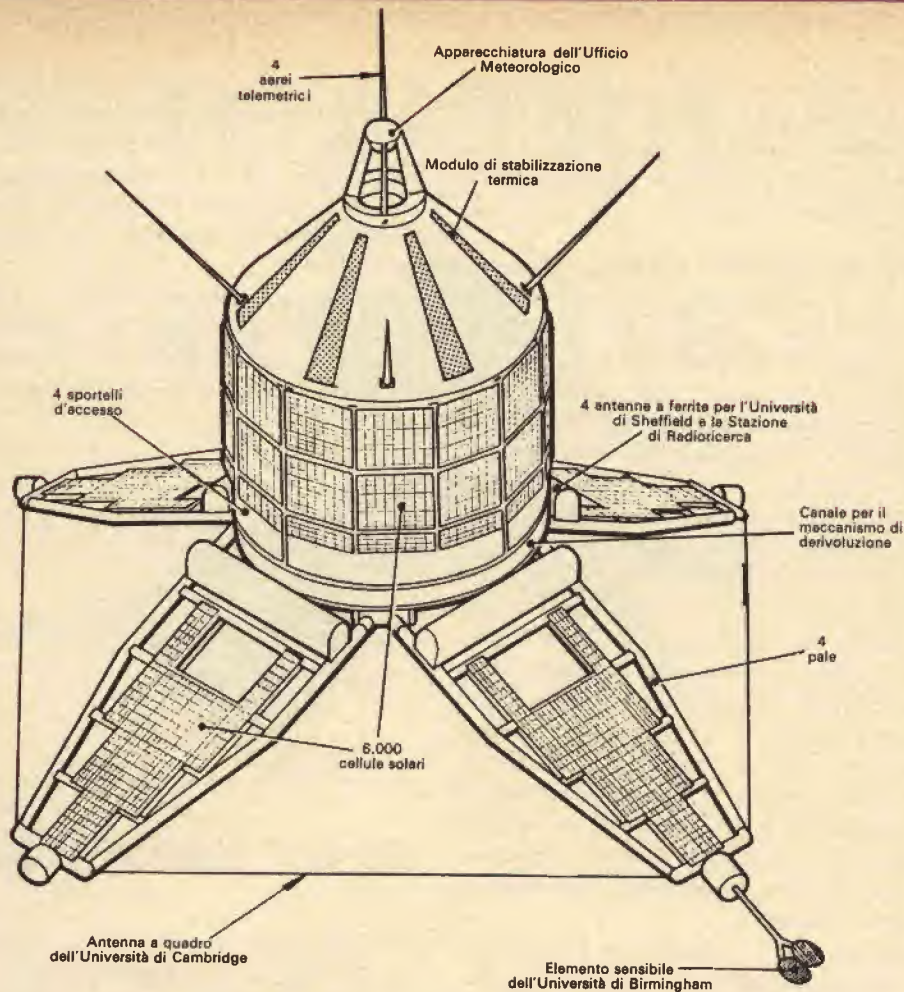
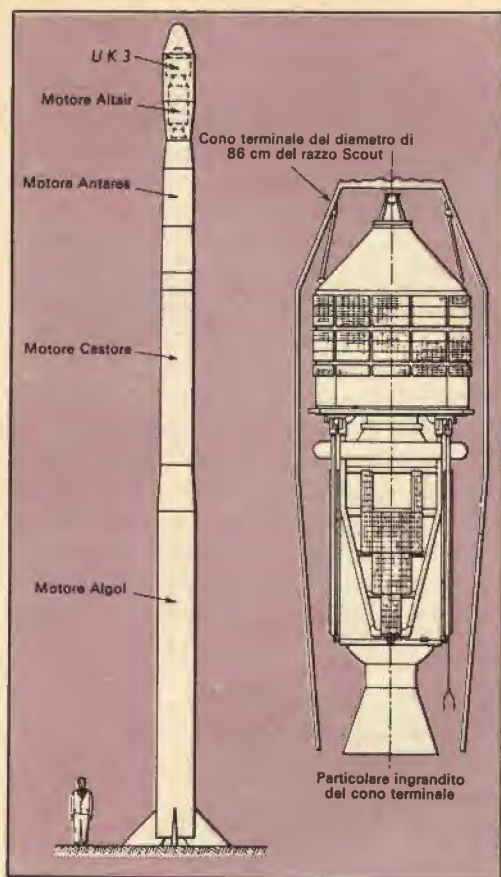

Fig. 2 - Disegno in scala del satellite UK3.
Fig. 3 - Il razzo Scout con l'UK3 montato nel cono terminale e particolare del cono terminale.
**Forma del satellite** - La forma del satellite (fig. 2) rappresenta un compromesso tra vari fattori spesso contrastanti come l'alimentazione, la stabilità termica, le dimensioni e la forma degli aerei e delle apparecchiature, la solidità strutturale e la accessibilità. Il compromesso è derivato da lunghe ricerche durante le quali i vari fattori sono stati soppesati e confrontati fino a che è stata trovata la forma ottima. La forma del satellite è stata anche dettata da vari altri fattori; ad esempio, il diametro totale, la lunghezza del corpo principale e quella totale sono state imposte dalle caratteristiche del razzo Scout, come si può vedere nella fig. 3. La simmetria assiale è essenziale, dato il movimento di rivoluzione del satellite, mentre l'asimmetria equatoriale offre i vantaggi di un volume maggiore, di una struttura più leggera e di una migliore accessibilità alle apparecchiature interne.
**Struttura e meccanismi** - La forma generale del corpo e delle pale del satellite UK3 è illustrata nella fig. 2. Il corpo, interamente costruito di lega leggera, comprende un tubo centrale attorno al quale sono montati in croce quattro vani. Sopra i vani vi è un cono fisso isolato dalla struttura e sotto un pannello piatto. Nei vani vengono montate tutte le apparecchiature; quattro dei pannelli che portano le cellule solari si possono togliere per consentire l'accesso all'interno.